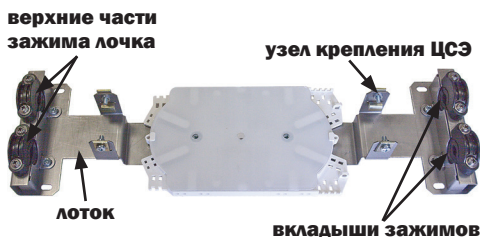

Рисунок 3
- 7** Закрепить ЦСЭ введенных в муфту ОК в соответствующих узлах крепления, расположенных на лотке (рисунок 3).